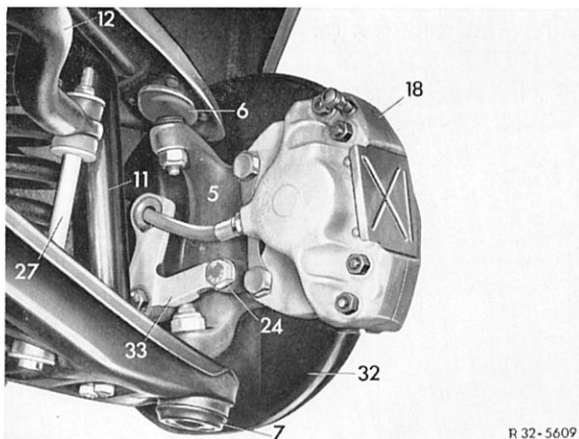

Bild 33-3/1
1 Verbindungsgestänge (27) des Drehstabes und untere Aufhängung des vorderen Stoßdämpfers lösen (Bild 33-3/1 und 3).